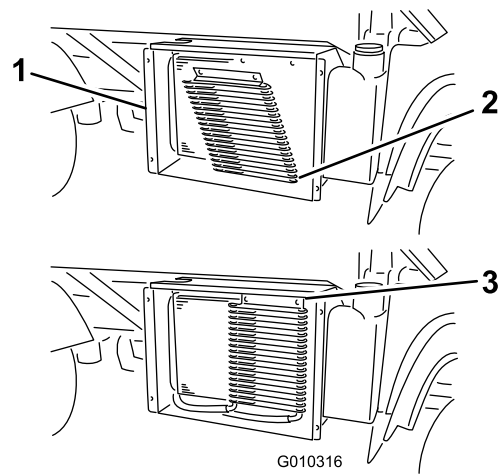

Bild 54
6. Drehen Sie die Riegel und den Ölkühler (falls vorhanden) vom Kühler weg (**Bild 54**).